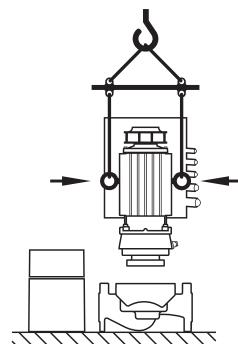

Fig. 25: Транспортування модуля
- У разі перенесення транспортних вушок із фланця двигуна на корпус останнього їх можна використовувати лише для переміщення або транспортування модуля (Fig. 25), але в жодному разі не для транспортування всього насоса і не для відокремлення модуля від корпусу насоса (слід звернути увагу на попередній демонтаж розпірних держаків і на їх подальший монтаж).